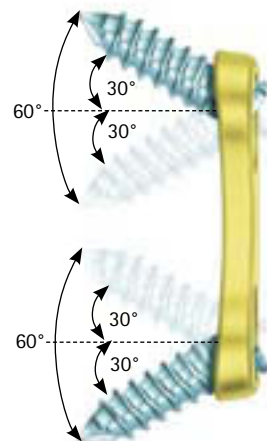

Abb. 13b
- Die dynamische Quintex® Platte lässt einen maximalen Winkel +30°/-30° in sämtlichen Schraubenlöchern (Abb. 13b) zu.